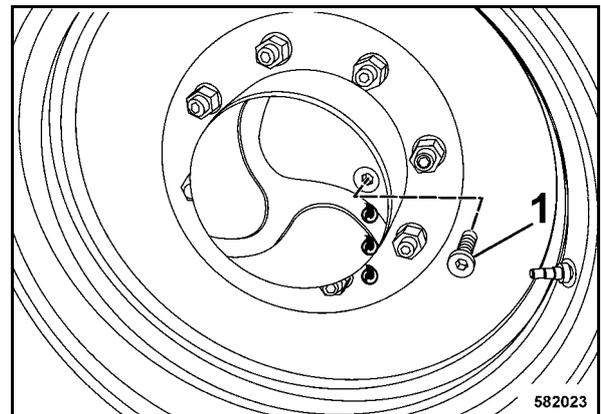

Рис. 133
- Переместить машину так, чтобы резьбовая пробка (1) (Рис. 133) находилась горизонтально.